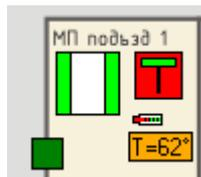

Рисунок 35
7) Расположить значек ТМ-СЛДКС на соответствующем месте на карте лифтов, например в машинном помещении (рисунок 35).